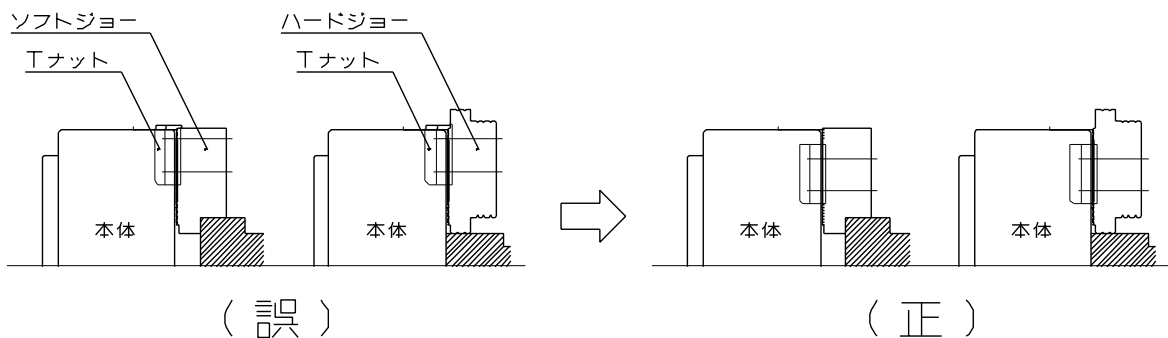

図 15
- Tナットはマスタジョーより飛び出さない状態で使用すること。(図 15 参照)